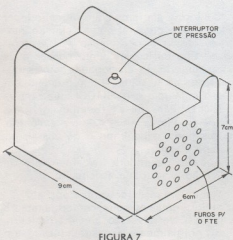

FIGURA 7
b) Espera para telefone. Esta versão é mostrada na figura 7 sendo usado um interruptor comum de pressão ou ainda um micro-switch que é colocado de tal modo que o peso do telefone faz o seu acionamento.